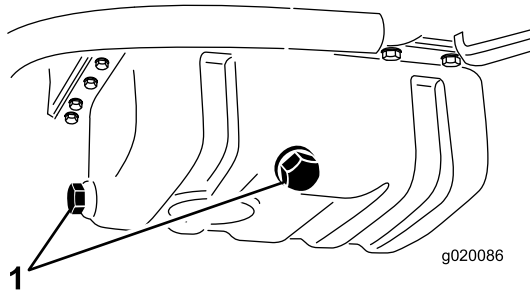

Bild 51
- Entfernen Sie eine der Ablassschrauben (Bild 51) und lassen Sie das Öl in die Auffangwanne ab. Schrauben Sie die Ablassschraube wieder ein, nachdem das Öl abgelaufen ist.